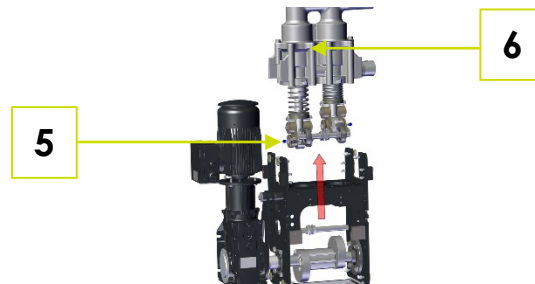

Fig. 7-3: Démontage des axes de transmission de la force transversale, retrait de l'unité de pompe
3. Desserrer les conduites de graisse des raccords à vis coudés (5) (Fig. 7-3 : Démontage des axes de transmission de la force transversale, retrait de l'unité de pompe)
4. Enlever vers le haut l'unité de pompe avec les balanciers à double articulation et l'axe de transmission de la force transversale (6).